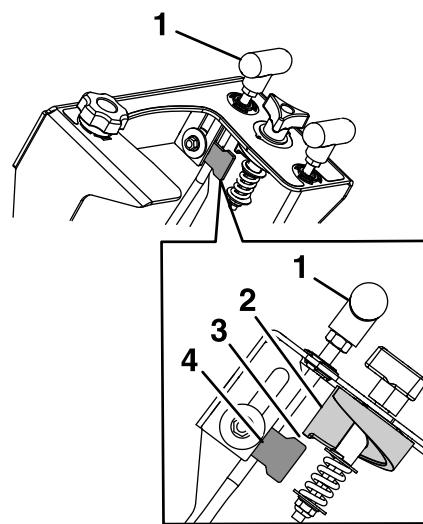

Figure 39
7. Une fois le réglage correctement effectué, un espace est créé entre la butée de la trappe de dosage et le bas de la molette de dosage, comme montré à la Figure 39.